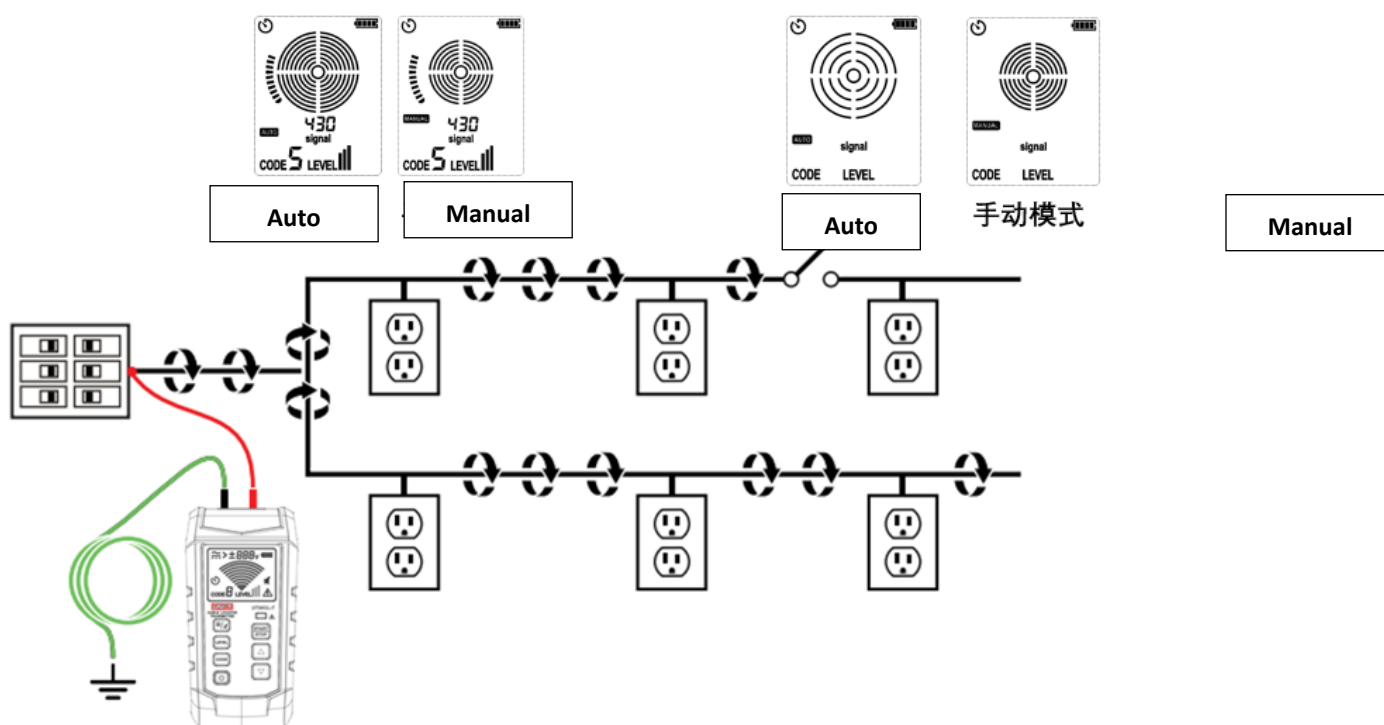

Figura 8.9.1a Dibujar un diagrama de circuito utilizando la conexión de cables de prueba
5. Consulte la Figura 8.9.1a para la aplicación específica